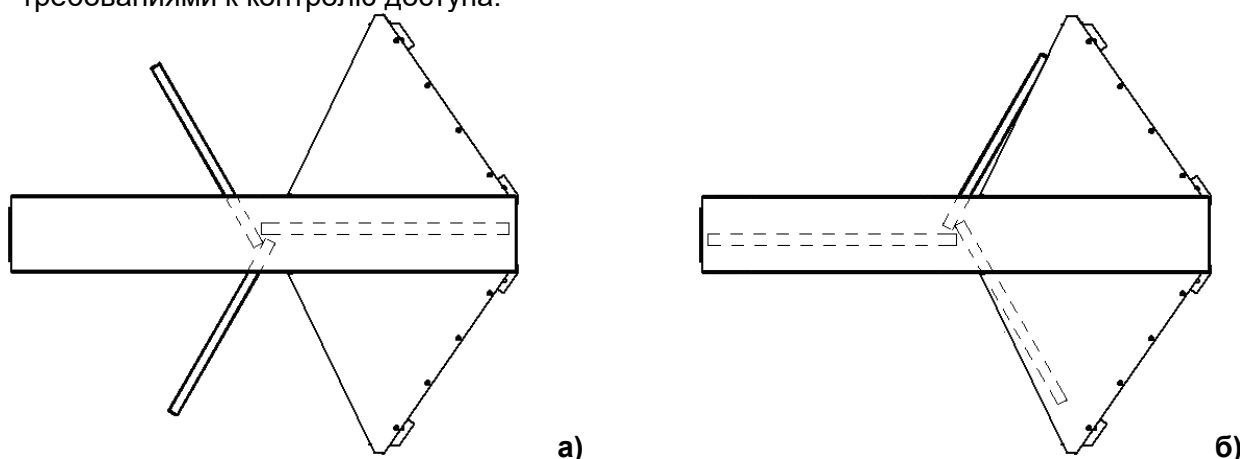

Рисунок 20. Исходное положение створок турникета (вид сверху):
- Из ящика №3 распакуйте секцию ротора (2) с элементами крепления. Заведите секцию с небольшим наклоном цилиндрическим хвостовиком в нижний узел вращения и затем переведите ее в вертикальное положение.
- Сориентируйте секцию ротора турникета согласно выбранному режиму прохода через турникет (см. разд. 8.6, рис. 20) и с учетом совпадения граней верхнего вала ротора с гранями вала привода.
- **Стандартный** (см. рис. 20а). В исходном состоянии зону прохода перекрывает одна створка. Стандартный режим прохода через турникет рекомендуется использовать в тех случаях, когда нет особо жестких требований к контролю на пропускном пункте.
- **Шлюзовой** (см. рис. 20б). В исходном состоянии турникета зону прохода перекрывают две створки, образуя шлюз – часть зоны прохода через турникет, ограниченную секциями (б) формователя прохода и двумя створками. Наличие шлюза дает возможность организации усиленного контроля доступа на объект. Шлюзовой режим прохода особенно эффективен для управления проходом людей на пропускных пунктах режимных предприятий, специальных учреждений и других объектов с особыми требованиями к контролю доступа.
3. Установите вал ротора в одно из исходных рабочих положений, соответствующее выбранному режиму прохода (рис. 20а и 20б).